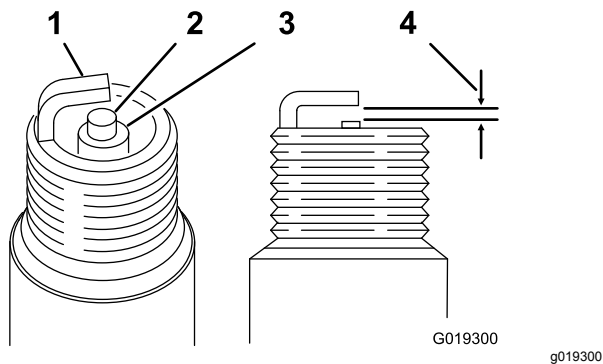

Figura 54
3. Compruebe el estado del electrodo lateral, el electrodo central y el aislamiento del electrodo central para verificar que no están dañados (Figura 54).
4. Ajuste el hueco (Figura 54) entre los electrodos central y lateral a 0,81 mm.